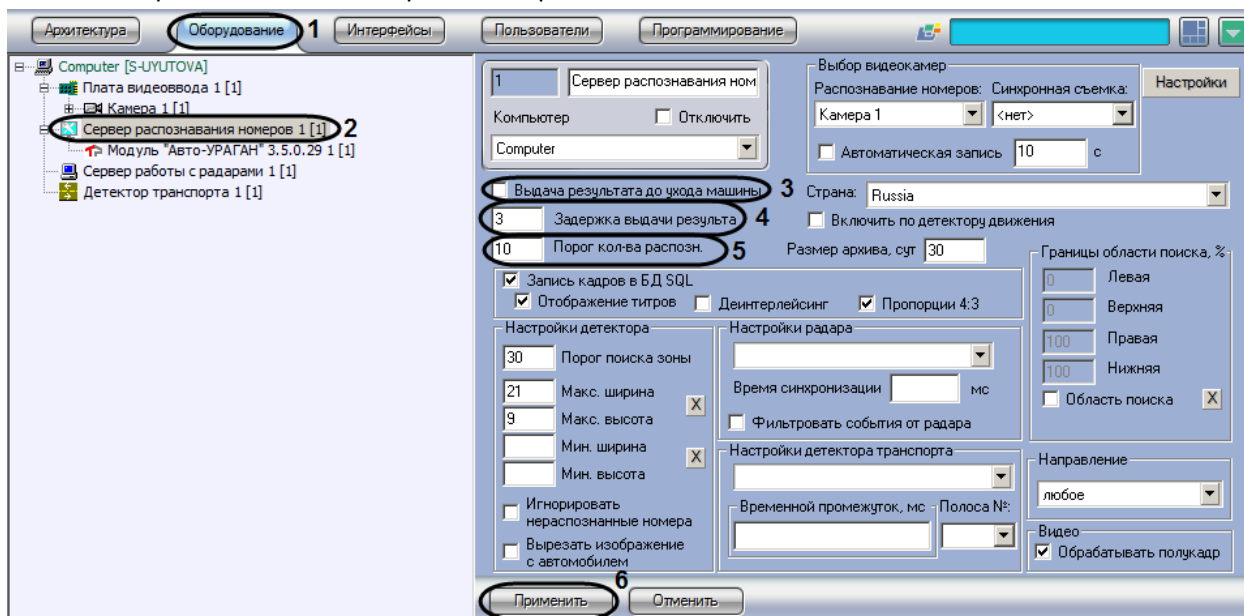

Рис. 7.2—17. Выбор параметров обработки номерного знака
1. В диалоговом окне «Настройка системы» перейти на вкладку «Оборудование» (Рис. 7.2—17, 1).
распознавания номеров», Рис. 7.2—17, 2). В правой части вкладки «Оборудование» отобразится панель настройки выбранного объекта.
3. Установить флажок «Выдача результата до ухода машины» (см. Рис. 7.2—17, 3). В том случае, если флажок «Выдача результата до ухода машины» установлен, результат выдается до реального ухода машины из кадра (номера данной машины из границ поиска номерного знака). В противном случае, окончательный результат выдается только после реального ухода машины из кадра.
4. Задать параметр «Задержка выдачи результата» (секунды) (см. Рис. 7.2—17, 4). В том случае, если данный параметр задан, результат распознавания будет выдаваться сразу после того, как пройдет промежуток времени, заданный данным параметром. Данный промежуток времени начинает отсчитываться после первого распознавания номерного знака.
*Примечание. Данный параметр используется только при установленном флажке «Выдача результата до ухода машины» (см. Рис. 7.2—17, 3).*
5. Задать параметр «Порог кол-ва распозн.» (см. Рис. 7.2—17, 5). В том случае, если данный параметр задан, результат распознавания будет выдаваться сразу после того, как количество надежных распознаваний номерного знака превысит значение данного параметра. Счетчик количества распознаваний является накопительным и не сбрасывается в случае временных потерь данной зоны или неправильных распознаваний.
*Примечание. Данный параметр используется только при установленном флажке «Выдача результатов до ухода машины» (см. Рис. 7.2—17, 3).*